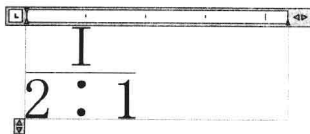

图 5-2-22
(2) 右击, 弹出菜单, 选择“堆叠”, 选择的文字由水平线分隔, 如图 5-2-22 所示。